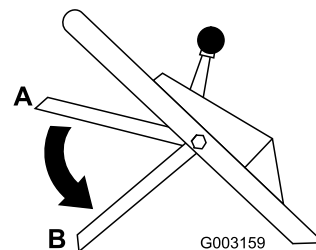

Figure 23
11. Relâchez la barre de commande; voir position B à la Figure 23. Vous devriez entendre un bruit sourd. La lame doit s'arrêter dans les 3 secondes qui suivent.
2. Placez la barre de commande à la position la plus basse (position B sur la Figure 23).